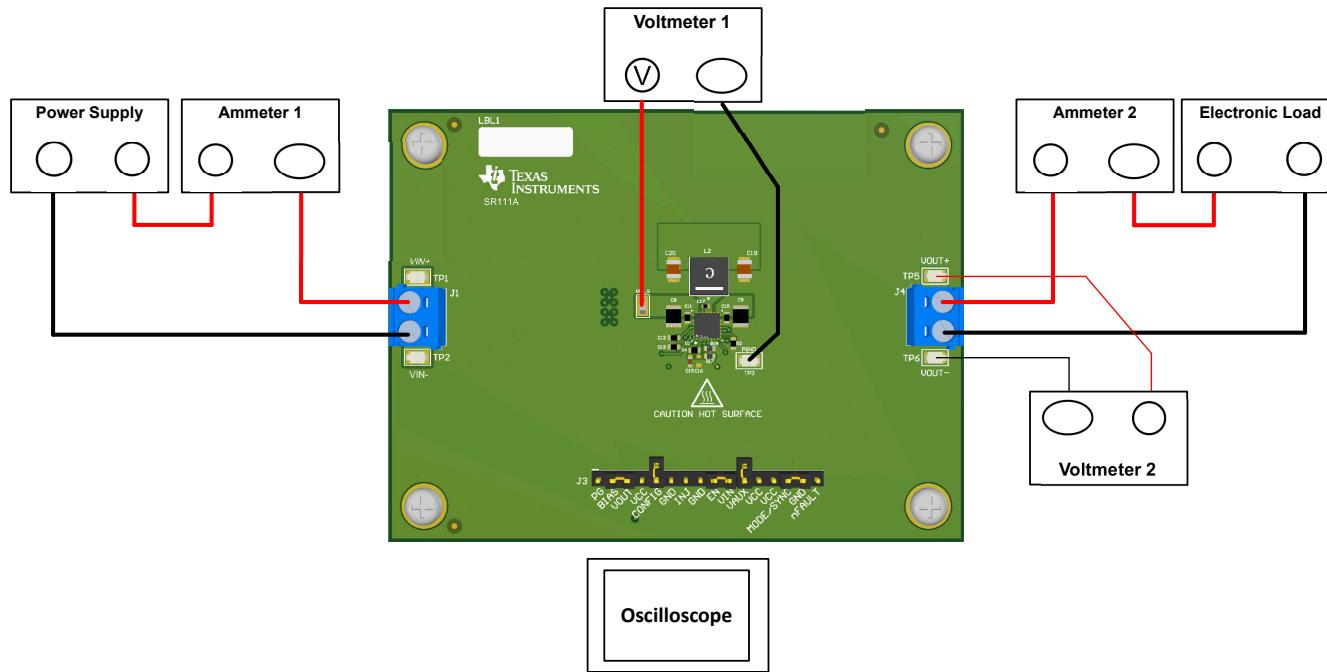

图 2-1. EVM 测试设置
参考表 2-1 所述的 EVM 连接，建议用于评估 LM65680-Q1 的测试装置如图 2-1 所示。在提供 ESD 保护的工作站上工作时，请确保在处理 EVM 并向其供电之前已连接所有腕带、靴带或垫子以使用户接地。
- 在连接直流输入源之前，将输入电源的电流限值设置为最大 0.1A。确认输入源最初设置为 0V 并连接到  $VIN+$  和  $VIN-$  连接点，如图 2-1 所示。
- 将电子负载连接到  $VOUT+$  和  $VOUT-$  连接，如图 2-1 所示。在施加输入电压之前，将负载设置为恒阻模式或恒流模式，电流为 0A。